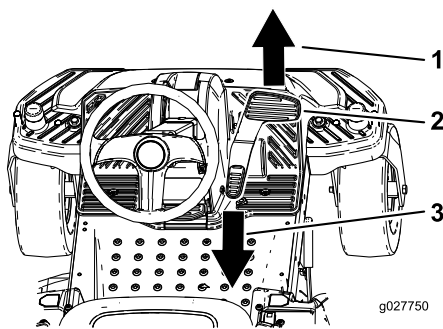

Figura 27
3. Coloque o pé no pedal de controlo de tração e pressione lentamente parte superior do pedal para se deslocar para a frente ou a parte inferior do pedal para se deslocar para trás (Figura 27).